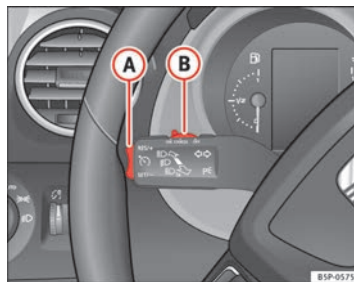

Abb. 154 Blinker- und Fernlichthebel: Schalter und Wippe für die Geschwindigkeitsregelanlage
- Drücken Sie den oberen Teil der Wippe **RES/+** → Abb. 154 (A), um die Geschwindigkeit zu erhöhen. Solange Sie die Wippe gedrückt halten, beschleunigt das Fahrzeug. Sobald Sie die Wippe loslassen, wird die neue Geschwindigkeit gespeichert.
Wenn Sie die gespeicherte Geschwindigkeit durch Treten des Bremspedals verringern, wird die Geschwindigkeitsregelanlage deaktiviert. Sie können durch einmaliges Drücken des oberen Teils der Wippe **RES/+** ⇒ Abb. 154 (A) die Regelung wieder aufnehmen.